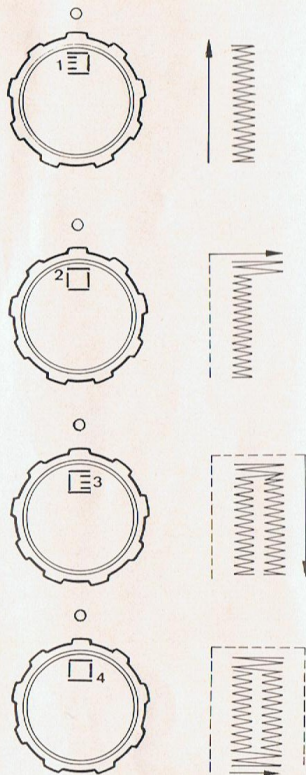

Abb. 25
22. Nähen von Knopflöchern (Abb. 25)